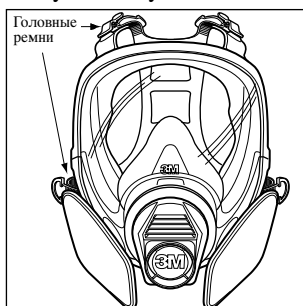

Рис. 1
- 6.1. Полностью ослабьте все четыре ремня, затем наденьте ремни на затылок и натяните маску на лицо. (Рис. 1, 2)